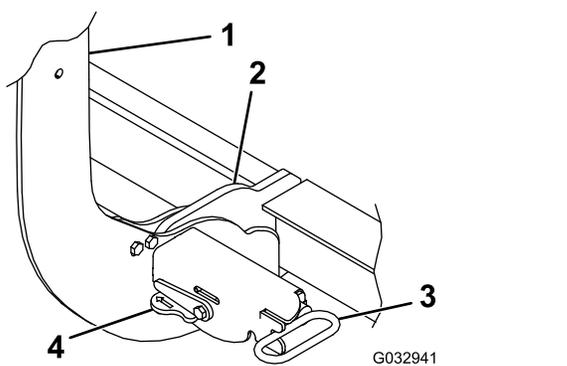

Figura 29
4. Gire las palancas de los cerrojos con muelle a la posición de BLOQUEADO (Figura 29).
7. Asegúrese de que ambos cerrojos con muelle están encajados por completo en el acoplamiento (Figura 29).